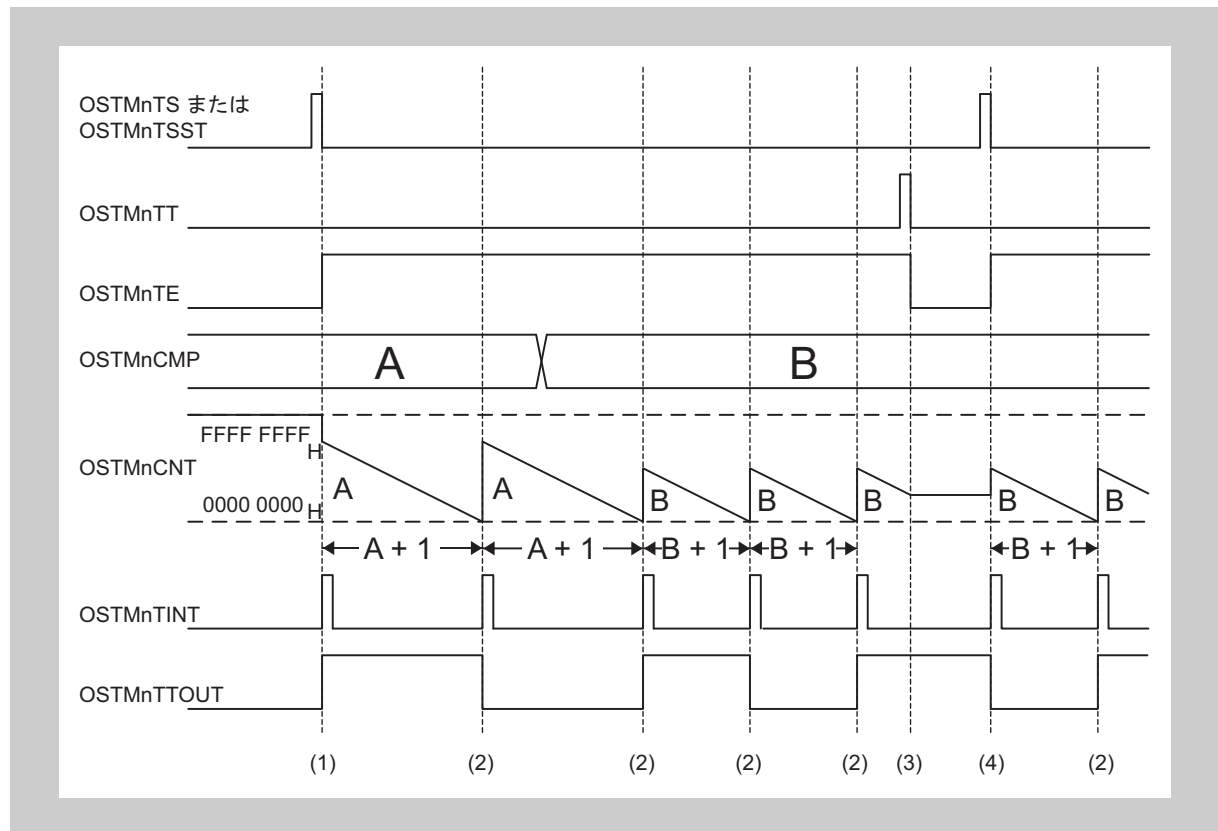

図 18-6 インターバル・タイマ・モードの OS タイマのタイミング図
1. カウンタは、1034 ページの図 18-6 「インターバル・タイマ・モードの OS タイマのタイミング図」に示し、説明されているように動作を開始します。